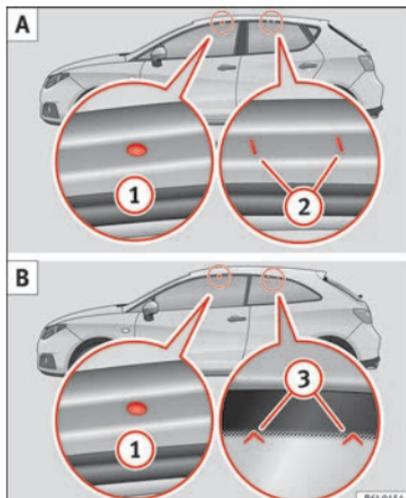

Fig. 123 Ibiza/Ibiza SC: puntos de fijación de las barras longitudinales para el portaequipajes del techo.
Los puntos de fijación delanteros y traseros ① y ② sólo pueden verse con las puertas abiertas »» **fig. 123 A.**
Los puntos de fijación delanteros ❶ sólo se pueden ver con las puertas abiertas; los puntos de fijación traseros ❸ están marcados en el borde superior del cristal lateral con puntas de flecha » fig. 123 B.